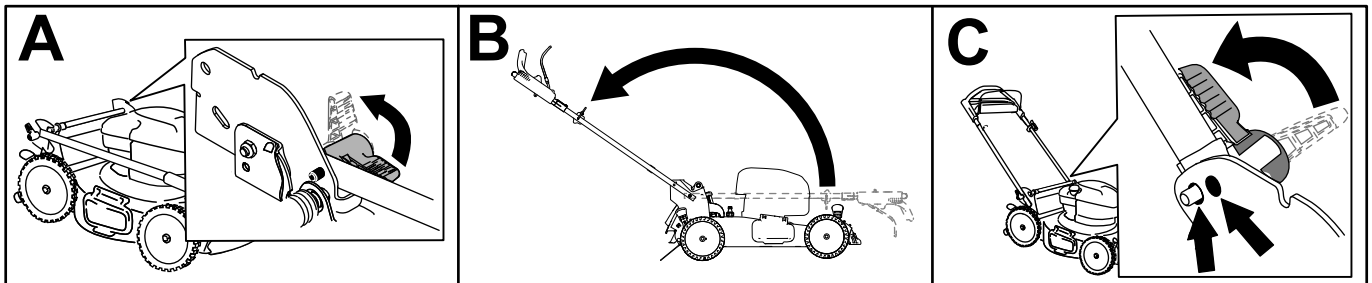

Figure 3
1. Débloquez le guidon (A de la Figure 3).
2. Ramenez le guidon en arrière en position d'utilisation (B de la Figure 3).
4. Engagez le verrou du guidon jusqu'à ce que la goupille s'enclenche en place et bloque le guidon à la position d'utilisation (C de la Figure 3).